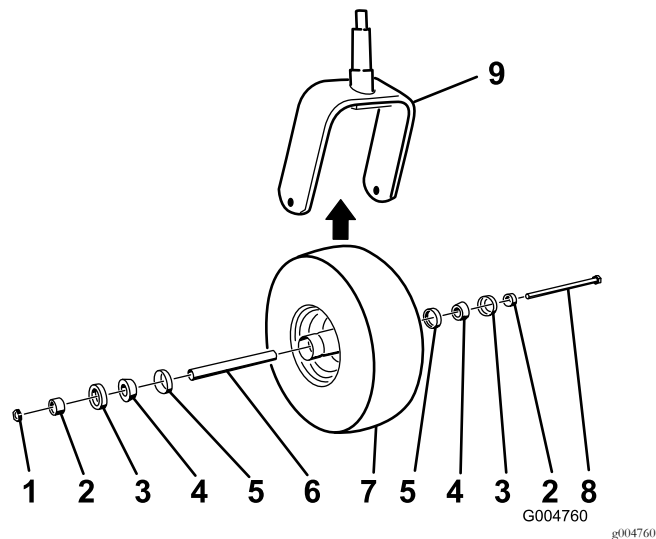

Рисунок 46
2. Снимите контргайку с болта (Рисунок 46).
5. Соберите поворотное колесо, вставив с усилием заправленные консистентной смазкой подшипники с коническими роликами и уплотнения в ступицу колеса, расположенную, как показано на Рисунок 46.